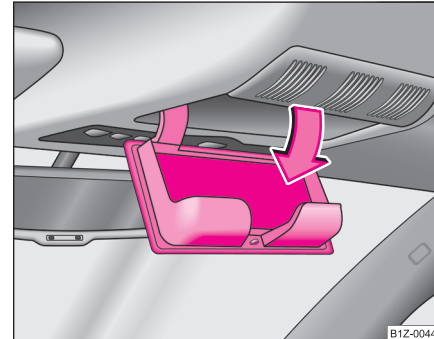

Abb. 72 Ausschnitt aus
- Drücken Sie auf den Deckel des Ablagefaches, das Ablagefach klappt nach unten auf ⇒ Abb. 72.